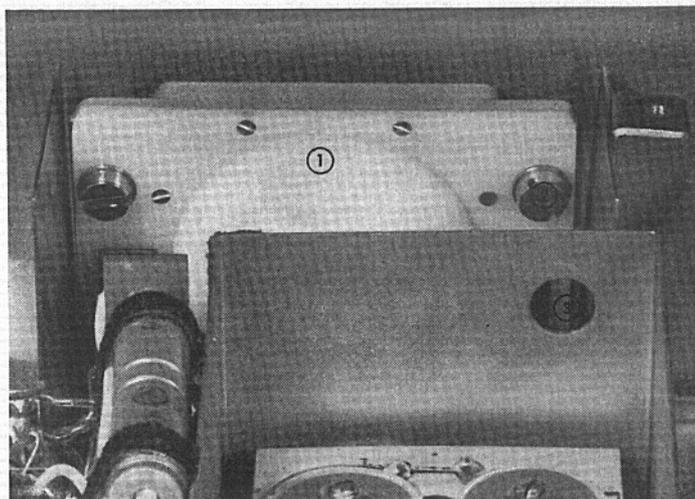

Abb. 15
2. Aussteuerungsinstrument: Verstärkerhaube (Abb. 1, Pos. 33) abnehmen, Instrument (Abb. 15, Pos. 1) losschrauben, nach vorn ziehen und Soffittenlampe auswechseln. Eine der beiden Befestigungsschrauben (Abb. 15, Pos. 2) ist durch das Loch im Abschirmblech (Abb. 15, Pos. 3) zugänglich. Die Soffittenlampe sitzt hinter der Skala des Aussteuerungsmessers.